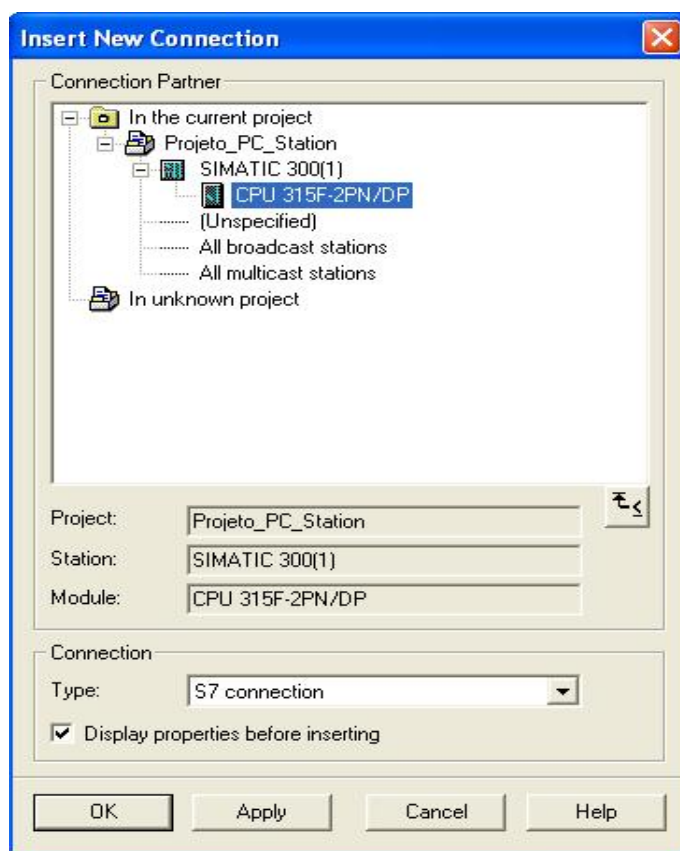

Figura 6.16: Dispositivos e entidades visíveis na rede.
- Passo 4: Ao proceder essa ação uma nova caixa semelhante a apresentada na figura 6.16 irá se abrir. Nela estarão listados todos os dispositivos e entidades visíveis através da rede. Selecione a CPU 315F-2PN/DP e em seguida clique em *Apply*.